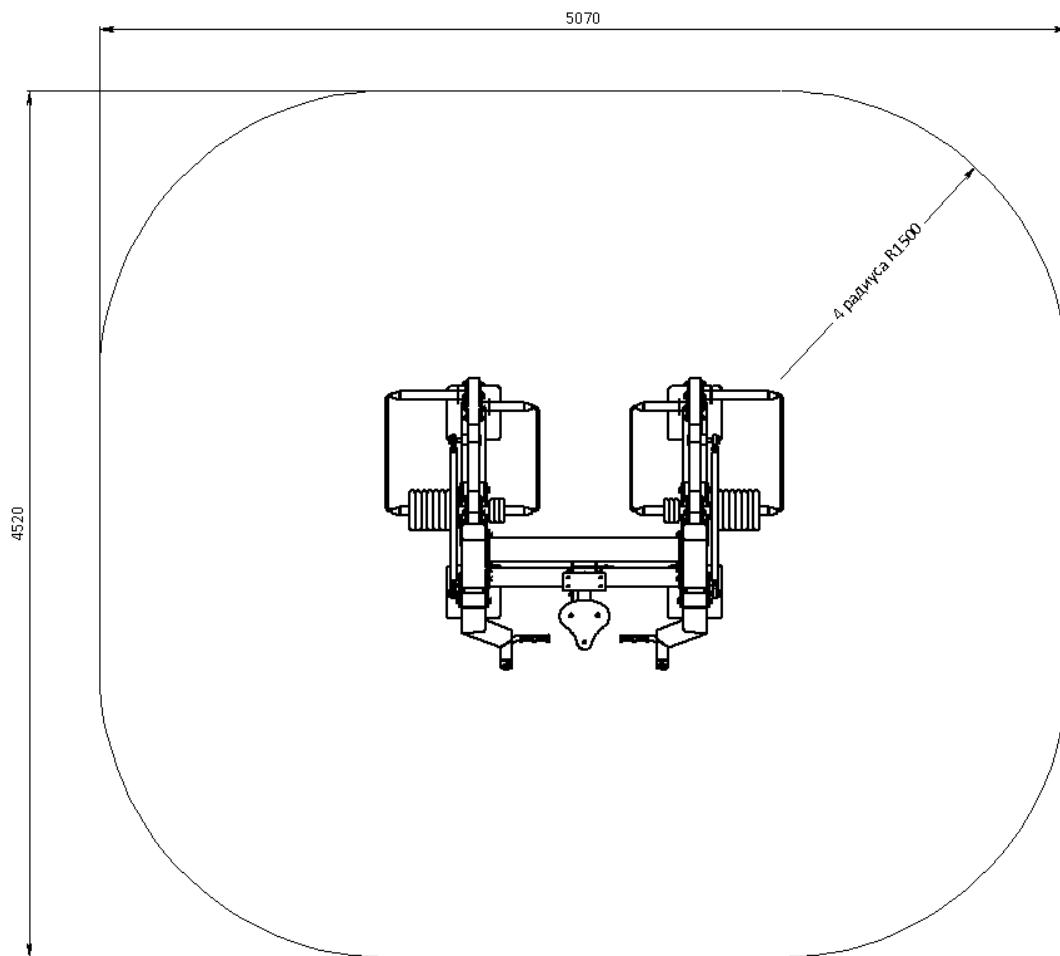

Рис.1
Над зоной перемещения, представленной на рис.1., должно быть пространство на высоту 5,3 м свободное от строений, зеленых насаждений и элементов других конструкций.
- 8.1.2. Установка Изделия проводится на ровной площадке, свободной от насаждений. Размер площадки не меньше указанного на зоне безопасности (см. рис.1).